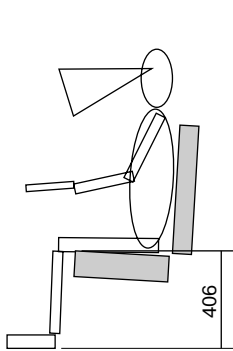

Рис. 1.4
- ◆ Придать манекену нужную позу, перемещая и поворачивая сегменты конечностей (рис. 1.4).
Попробуем оценить замысел компьютерного стола (см. рис. 1.4) с точки зрения композиции. Форма — параллелепипед — завершена, соразмерна работающему за столом человеку и устанавливаемой технике. Кроме того, пропорции стола в целом повторяют пропорции системного блока и монитора, выстраивая группу из трех подобных прямоугольников. Углы столешницы, полки и основания следует скруглить лишь настолько, насколько этого требует безопасность, а свесы столешницы сделать минимальными. Тогда сходство формы компьютера и стола проявится четче. Стиль можно определить как конструктивный минимализм. Зрительным акцентом послужит сам компьютер, а стол лучше сделать нейтрального цвета, исключая оттенки серого. Например, подойдут ЛДСП с рисунком светлого дерева, подобранная в тон кромка и матовая металлическая фурнитура.